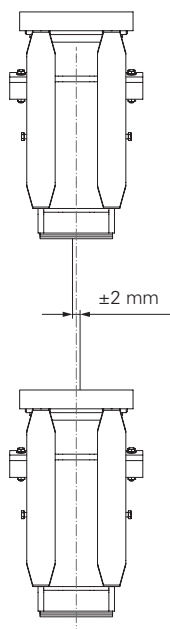

Fig. A3.32
- Dispositivo di sospensione IV: ± 2 mm (Fig. A3.32)